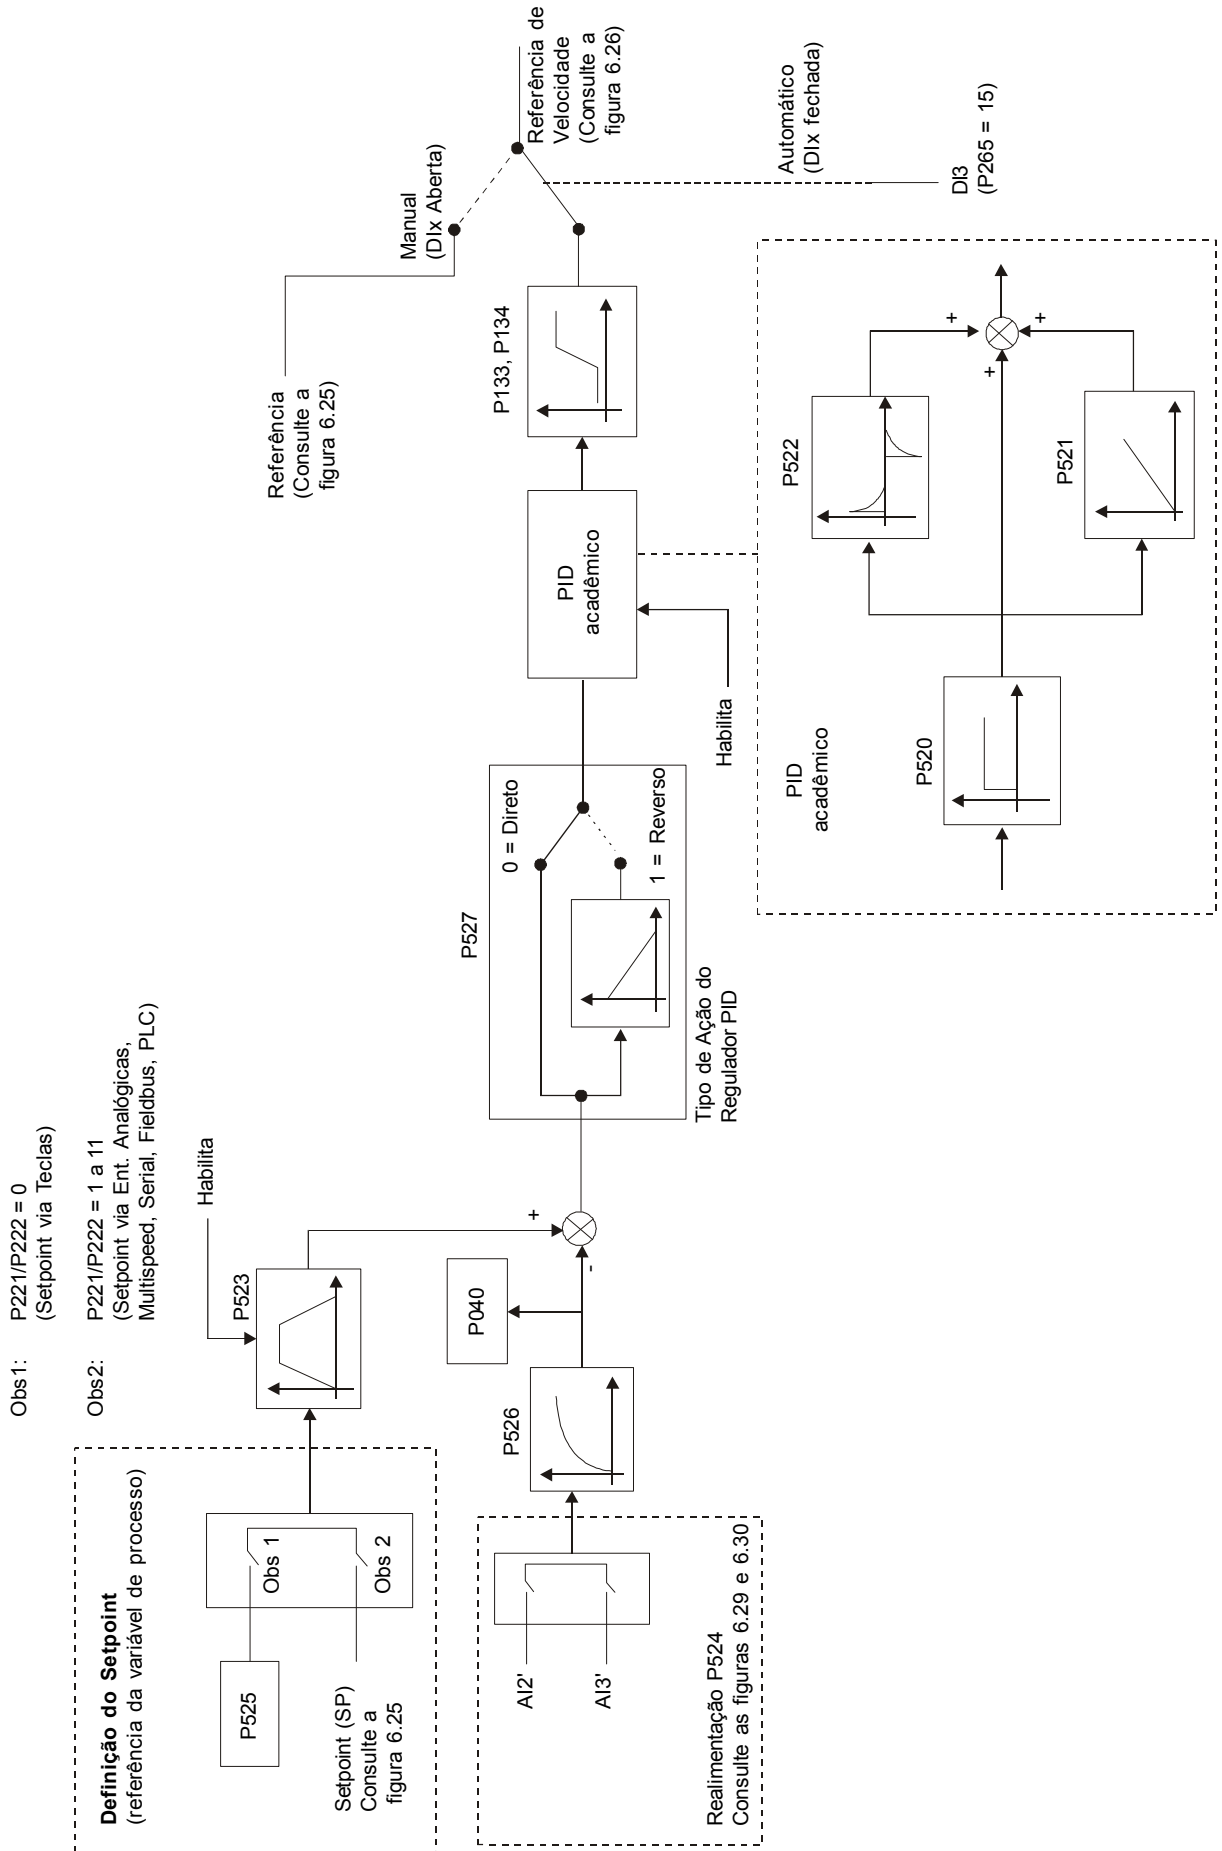

Figura 6.47 - Blocodiagrama da função Regulador PID Acadêmico
- ☑ A figura 6.47 apresenta o bloco de diagrama do regulador PID Acadêmico.